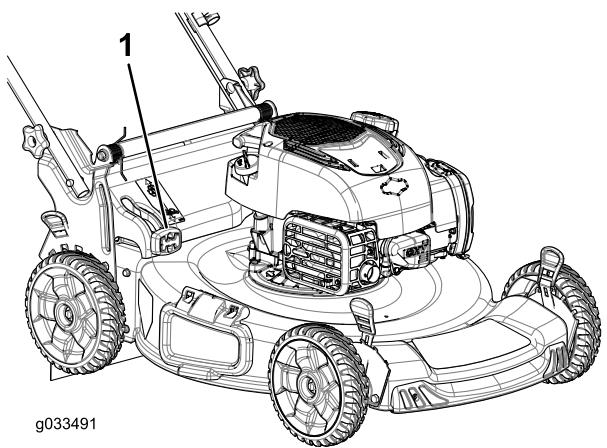

Figura 26
- Per raccogliere l'erba e lo sfalcio, premete il pulsante sulla leva Bag-on-demand e spostate avanti la leva fino a quando il pulsante non scatta (Figura 26).